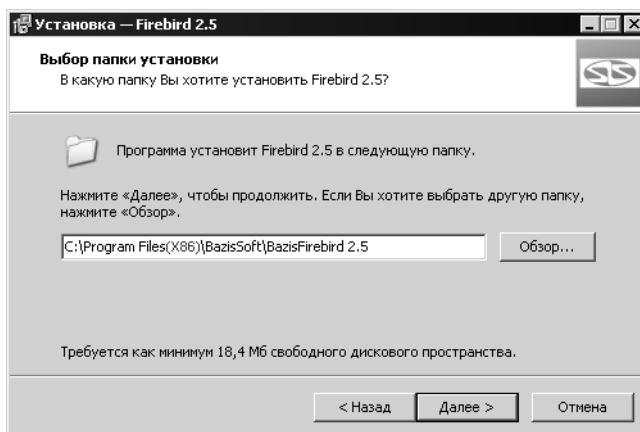

Рис. 3.8.
2. Укажите папку установки СУБД (рис. 3.8).